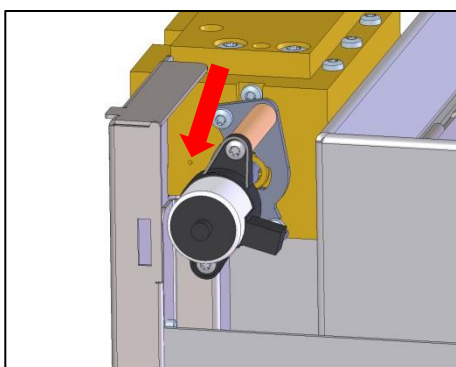

Fig. 52: Orificiu pentru reumplere
- Injectați apa din rețea în cantitatea de reumplere, folosind în acest scop orificiul de la robinetul de inversare (→ Fig. 52).